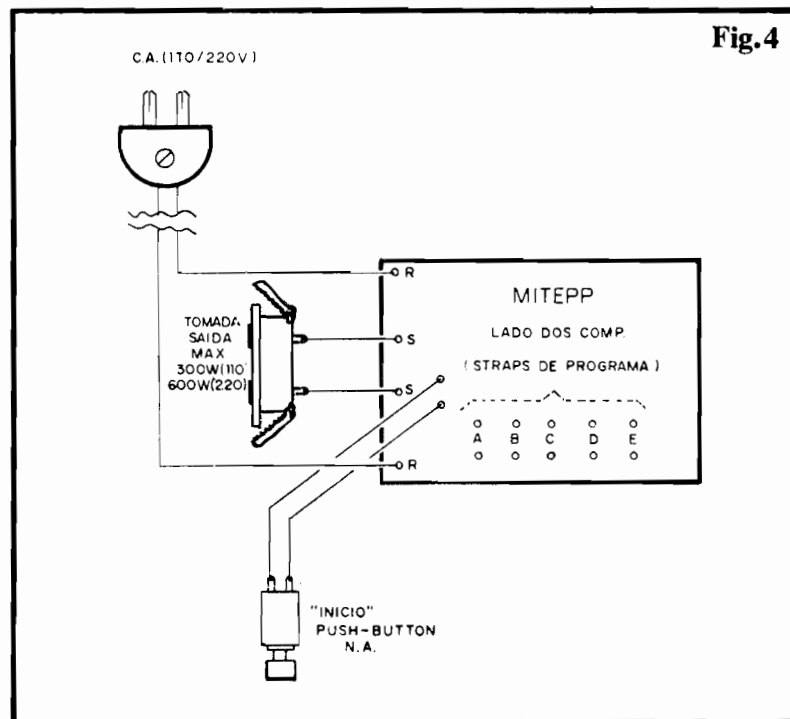
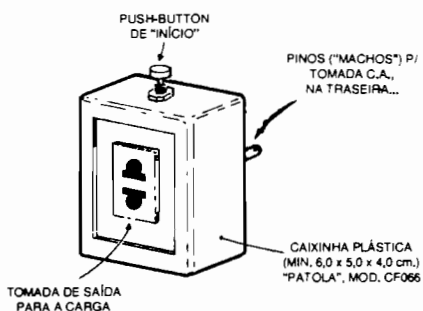

Fig.4
Fig.7
- FIG. 7 - SUGESTÃO PARA ACABAMENTO... - Uma caixinha padronizada, plástica, modelo CF066 ("Patola"), originalmente criada para acomodar pequenas fontes ou "conversores" de alimentação, poderá abrigar com "elegância" e eficiência o circuito do MITEPP... Esse **container** já vem dotado, na sua **traseira**, de um par de pinos com tamanhos e espaçamento padronizados para inserção direta às tomadas de C.A. da parede (esses pontos, então, substituirão o "rabicho" ligado aos pontos "R-R" da placa - fig. 4...). Na parte frontal da dita caixa pode ficar encaixada a tomada de saída, enquanto que no topo do conjunto pode ser instalado o **push-button** de "início"... O dispositivo resultará compacto e muito funcional...
Se adotada a configuração de acabamento mostrada na fig. 7, basta enfiar os pinos numa tomada de parede, ligar o cabo de força" do aparelho a ser alimentado na tomada do MITEPP e... apertar o botão...! A temporização se iniciará automática e imediatamente, decorrendo o Tempo com excelente precisão, ao fim do qual o aparelho será desenergizado...!